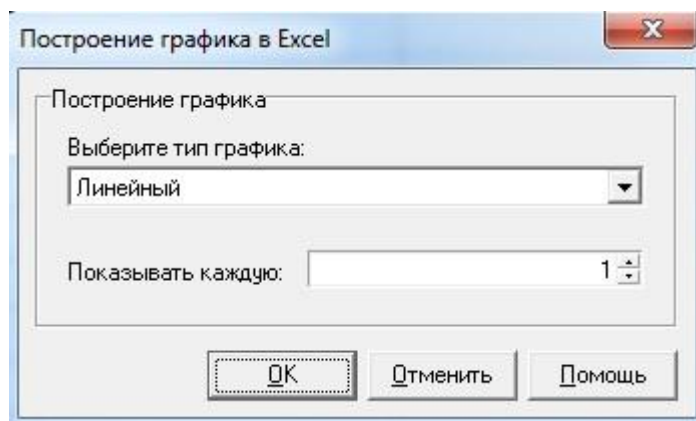

Рисунок 114 – Форма «Построение графика в Excel»
2.10.1 нажать кнопку . Программа предоставит форму «Построение графика в Excel» для задания параметров графика в Excel (см. Рисунок 114);